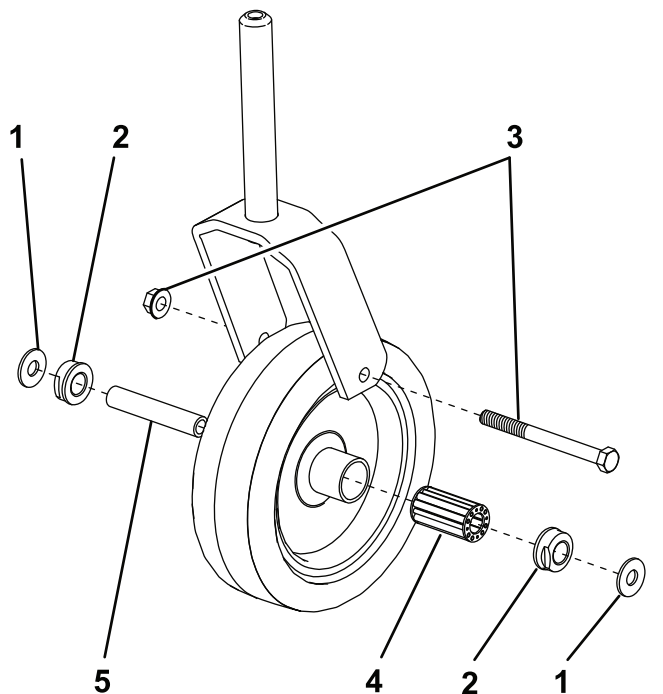

Figure 26
1. Enlevez la vis et le contre-écrou qui fixent la roue pivotante et les (2) rondelles entre la fourche (Figure 26).
2. Sortez la douille pour clé du moyeu de roue (Figure 26).
3. Enlevez la bague du moyeu de la roue et laissez tomber le roulement (Figure 26). Enlevez la bague de l'autre côté du moyeu.
7. Montez la roue pivotante et les (2) rondelles entre la fourche, et fixez toutes les pièces en place à l'aide de la vis et du contre-écrou.